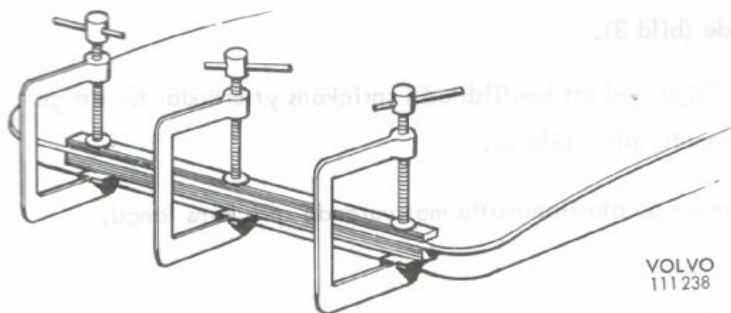

Bild 5.
8. Lägg ihop fogytorna och pressa ihop dem med hjälp av träribbor och skruvtvingar eller svetsstänger (bild 5). Avståndet mellan tvingarna bör vara ca 5 cm.